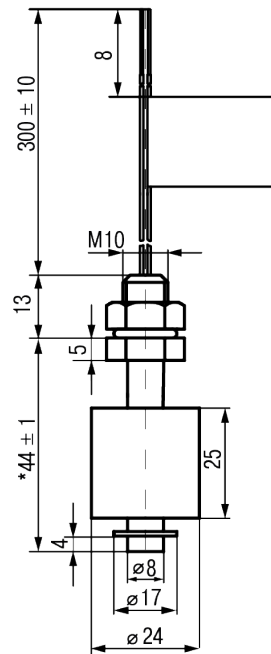

Рисунок 4.1 – Габаритні розміри
Габаритні розміри	див. рисунок 4.1
- габаритні і приєднувальні розміри на технологічному об'єкті відповідають розмірам датчика (див. *рисунок 4.1*);